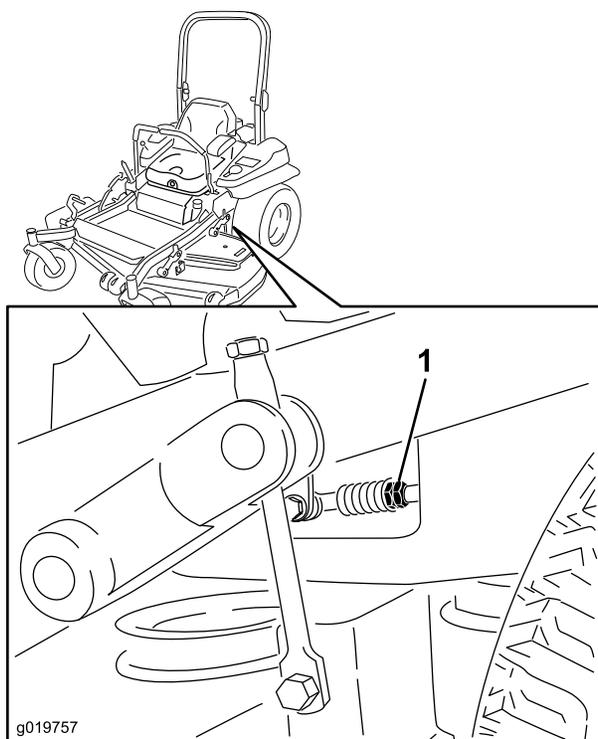

Figura 86
7. Portate le leve di controllo del movimento in posizione di folle. Regolate la lunghezza dell'asta di controllo della pompa facendo girare nella direzione opportuna i due dadi sull'asta, finché le ruote si spostano leggermente indietro (Figura 86). Spostate le leve di controllo del movimento in posizione di retromarcia e applicate una leggera pressione alla leva per consentire alle molle dell'indicatore di retromarcia di riportare le leve in folle. Le ruote non devono più girare o spostarsi leggermente indietro.